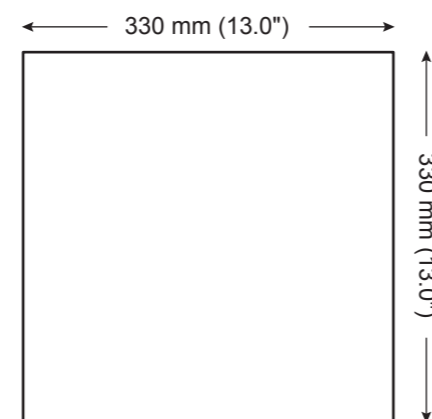

Fig. 12. PCI 45DC Cutout Dimensions
2. Segnare con cura un quadrato nella posizione desiderata e ritagliare con cura un buco nel muro a secco / cartongesso. Rimuovere polvere e detriti dal foro (Fig. 12).